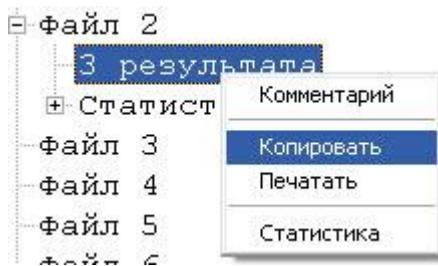

Рис. 7-20 Копирование данных в буфер обмена
- и в появившемся меню (рис. 7-20) выберите «Копировать».